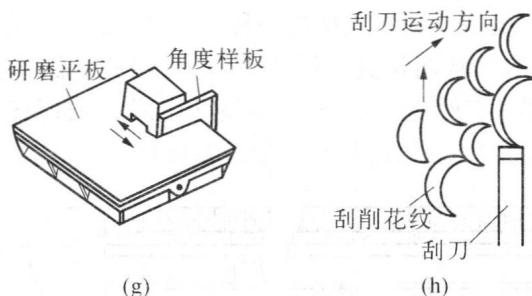

图 1-1 钳工手用工具作业示例
1) 手用工具作业,如图 1-1 所示,包括锉削、錾削、锯削、铆接、矫正、弯曲、研磨、刮削等。